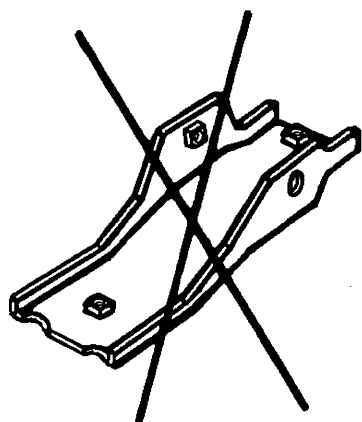

fig.1
1. Demonteer het reservewiel en de lamparmaturen uit de bumper. Maak de kunststofafdekplaat aan de achterzijde los. Demonteer de stekker van de mistlamp (achteruitrijlamp). Deze bevindt zich onder de afdekplaat. Demonteer de bumper. Sta de twee opstaande lipjes welke zich aan het einde van het chassis bevinden om, zodat ze naar beneden wijzen. Verwijder de sloopogen links en rechts onder het voertuig als mede de contras (fig.1) uit het chassis. Deze komen te vervallen.
Disassemble the bumper. Turn back the two raised lips at the back of the chassis, so that they point downwards. Remove the towing-eyes on the left and on the right under the vehicle from the chassis together with the lock nuts(fig.1). These are not to be used anymore.
1. Desmontar la rueda de repuesto y las armaduras de lámpara del para-choques. Soltar la cubierta sintética del lado trasero. Desmontar la clavija del faro antiniebla (faro de marcha atrás), la que se encuentra debajo de la cubierta. Desmontar el parachoques. Doblar ambas lengüetas salientes, las que se encuentran en el extremo del chasis, de forma que apunten hacia abajo. Retirar los anillos de enganche a la izquierda y derecha debajo del vehículo, así como las contratuercas (fig. 1) del chasis, las que quedan anuladas.
1. Demontør reservehjul og lampearmaturerne fra køfangeren. Løs kunststofpanelet på bagsiden. Demontør stikket til tågelampen (baklys). Dette befinder sig under panelet. Demontør køfangeren. Bøj de to opretstående hager, der befinder sig i chassisenden, så de peget nedad. Fjern slæbeøjnene under køreløjet i venstre og højre side samt spændpladerne (fig. 1) fra chassiset. Disse skal ikke anvendes mere.
1. Entfernen Sie das Reserverad und die Lampearmaturen aus der Stobstange. Lösen Sie die Kunststoffabdeckplatte an der Rückseite. Ziehen Sie den Stecker aus der Nebellampe (Rückfahrleuchte), die sich unter der Abdeckplatte befindet. Entfernen Sie die Stobstange. Schlagen Sie die beiden offenstehenden Lippen, die sich am Ende des Fahrgestelles befinden, um, so daß sie nach unten zeigen. Entfernen Sie die Abschleppösen links und rechts unter dem Fahrzeug und die Befestigungsmuttern (Fig.1) aus dem Fahrgestell. Diese werden nicht mehr benötigt.